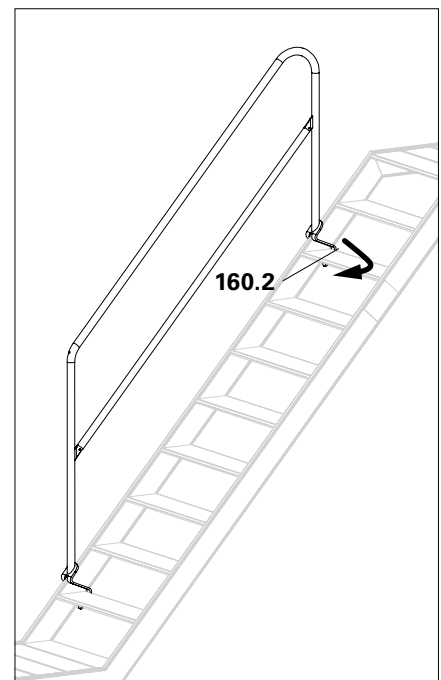

Abb. A8.10b
2. Treppengeländer bis zur Stufe absenken und Einhängungen an die Stufenhinterkanten (**79.2**) heranziehen. (Abb. A8.10b)